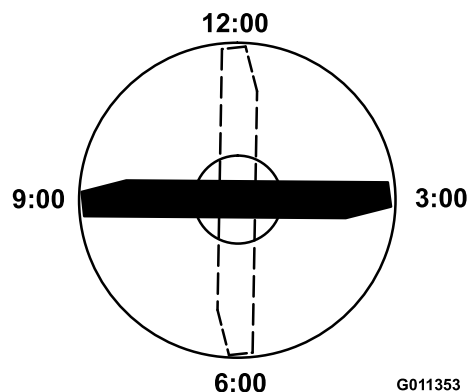

Figura 93
4. Posicione a extremidade de corte da extremidade marcada da lâmina nas 12 horas (a direito na direção do corte) (Figura 93) e meça a altura da mesa à extremidade de corte da lâmina.
5. Rode a extremidade marcada da lâmina para as posições das 3 horas e das 9 horas (Figura 93) e meça as alturas.